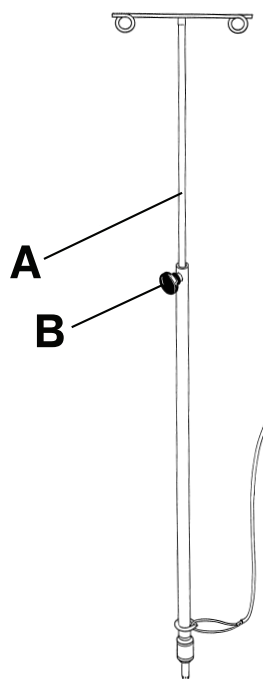

Figura 13 – Percha i.v. atada
2. Para aumentar la altura de la barra, gire el mando (B) en sentido antihorario. Tire hacia arriba de la parte telescópica (A) hasta que alcance la altura deseada (Figura 13).
3. Para bloquear la parte telescópica en posición, gire el mando (B) en sentido horario.